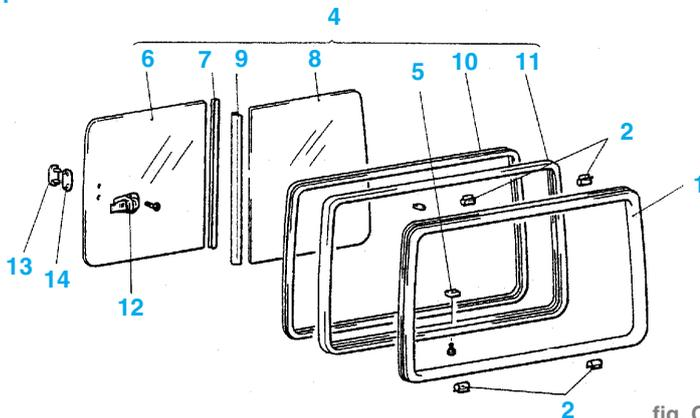

fig. Car. 15
- Suivre l'ordre chronologique. (fig. Car. 15)